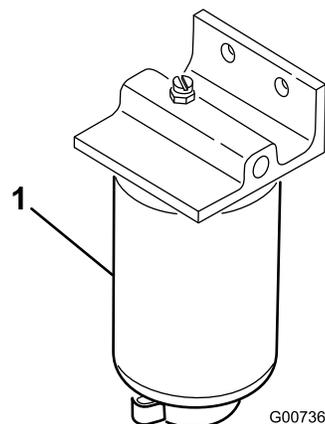

Рисунок 35
1. Подставьте под топливный фильтр чистую емкость (Рисунок 35).